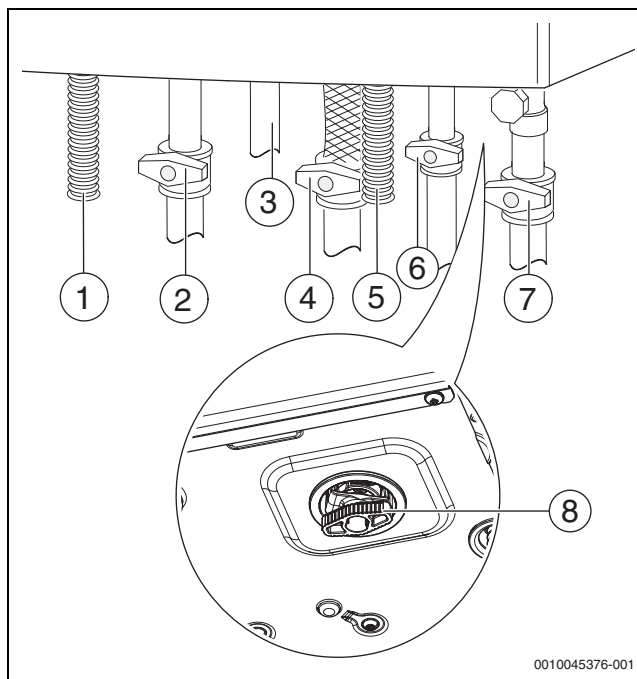

Fig. 21 Raccordements côté gaz et eau (accessoires)
- Ouvrir le robinet d'eau froide sanitaire (→ fig. 21) puis ouvrir un robinet d'eau chaude sanitaire jusqu'à ce que l'eau coule.
- Ouvrir le robinet de départ chauffage et le robinet de retour chauffage (→ fig. 21).
- Remplir l'installation de chauffage avec à 1,5 bars au niveau du dispositif de remplissage (→ fig. 21) puis refermer le dispositif de remplissage.